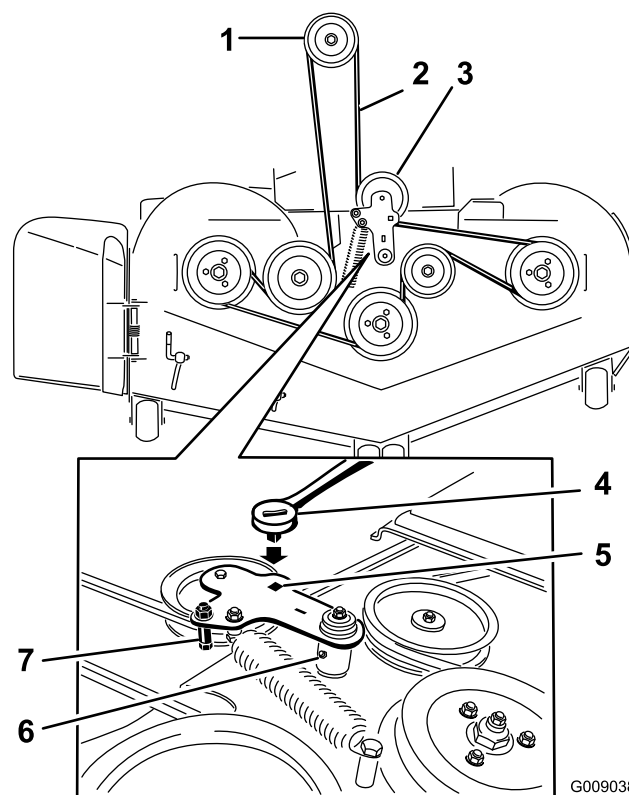

Figura 79
5. Utilice una llave de carraca en el taladro cuadrado del brazo tensor para aliviar la tensión del muelle tensor (Figura 79).
7. Instale la guía de la correa en el brazo tensor tensado con muelle (Figura 79).
9. Pase la correa nueva alrededor de las poleas del cortacésped y de la polea del embrague, debajo del motor (Figura 79).
10. Instale la guía de la correa en el brazo tensor (Figura 79).
11. Utilizando la llave de carraca en el taladro cuadrado, instale el muelle tensor (Figura 79).